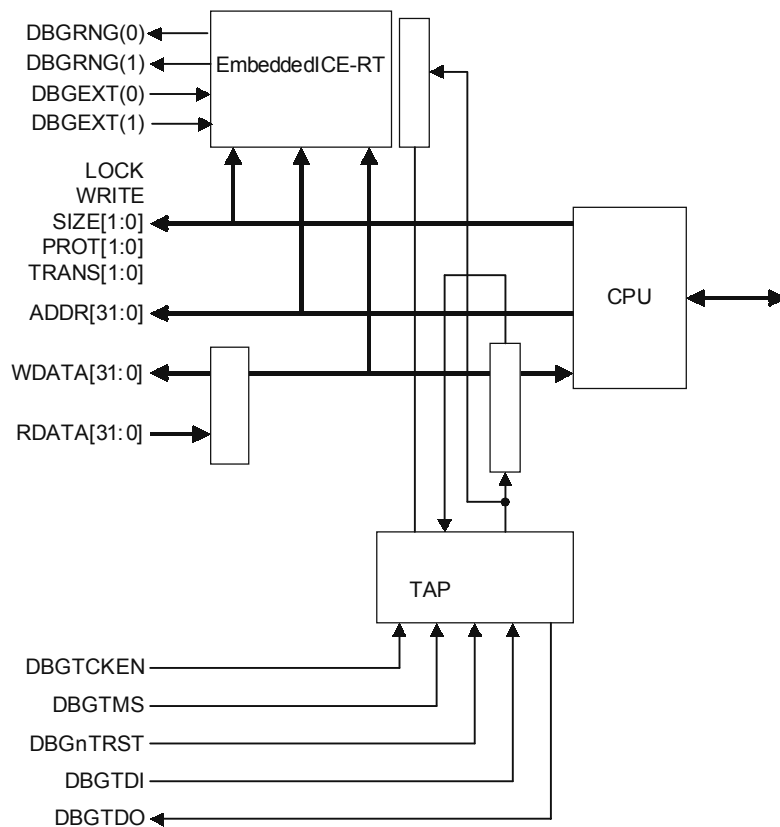

图 1-2 ARM7TDMI-S 模块
- ARM7TDMI-S 模块, 见图 1-2
注: 数据总线上没有双向路径。图 1-2 对这些作了简化。